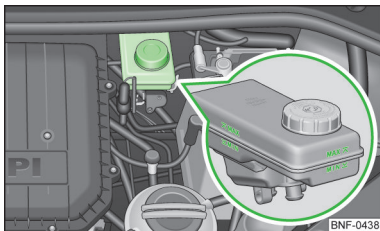

Fig. 102
Recipientul lichidului de frnă se găsește n compartimentul motor » fig. 102 la pagina 115.
- Dacă nivelul de lichid a scăzut sub marcajul „MIN” » fig. 102 la pagina 115, , nu continuați deplasarea există pericol de accident! Solicitați asistența de specialitate a unei unități de service.
➤ Verificarea nivelului de lichid de frână din rezervor » fig. 102.